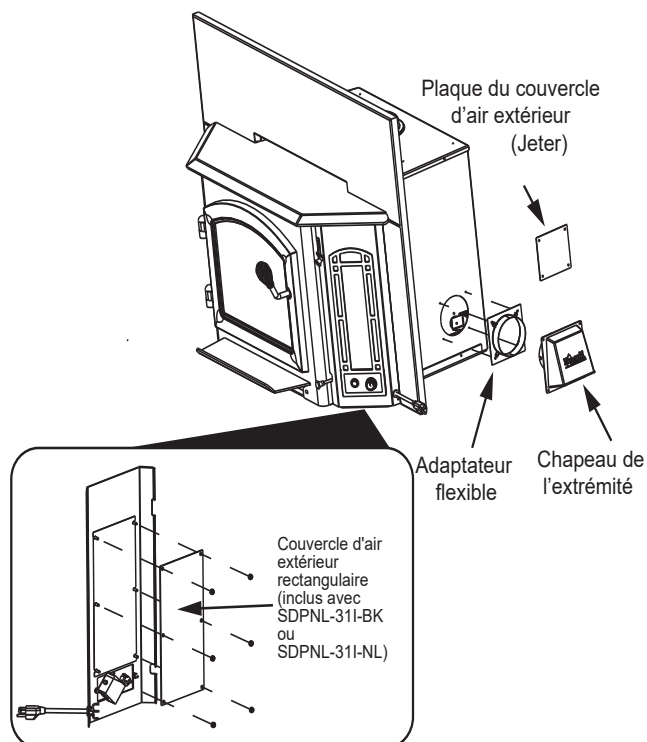

Figure 17.1
1. Retirer la plaque de couverture d'air extérieure de la boîte extérieure de l'appareil et la jeter (Figures 17.1).
8. Reportez-vous aux instructions fournies avec votre kit de ventilateur pour fixer le couvercle d'air extérieur rectangulaire (Figure 17.1).